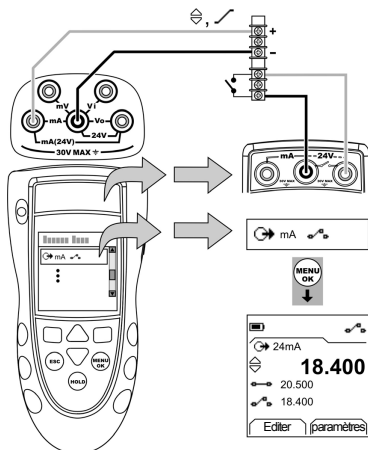

Figure 5 : Exemple de configuration - Test de contact
1. Brancher l'instrument (Figure 5) et, si nécessaire, régler la *Configuration* (Tableau 1).